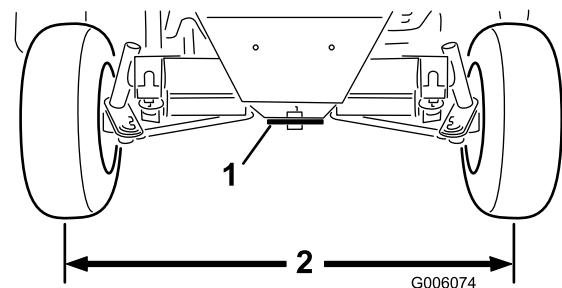

Figura 64
2. Ajuste ambas barras de acoplamiento hasta que la distancia de centro a centro entre las ruedas traseras, por delante y por detrás, sea la misma (**Figura 64**).